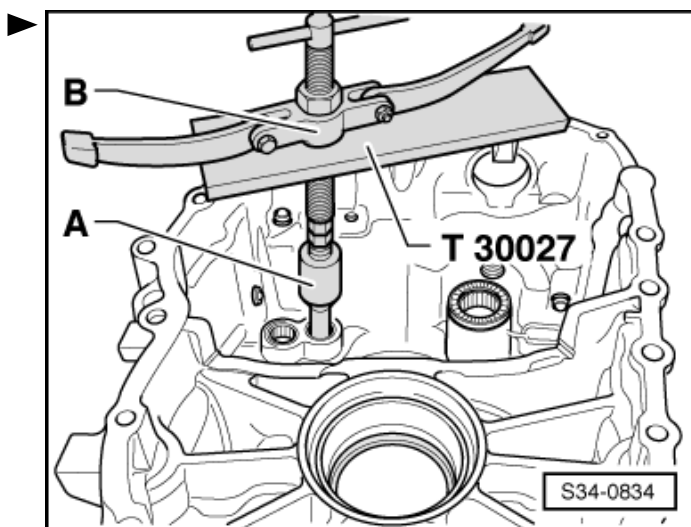

Abb. 8: Lagerbuchse für Schaltstange bis Werkzeuganschlag eintreiben
- ☐ eintreiben ⇒ Abb. 8 in **34-7** Seite 5